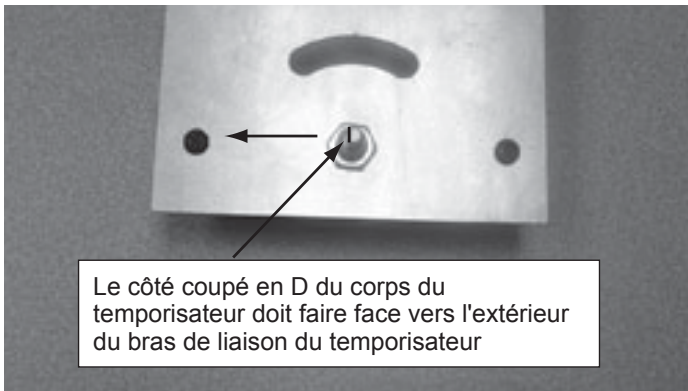

Figure 4.32 Découpe en D sur l'arbre
8. Installez la nouvelle minuterie en utilisant les deux mêmes vis. Il est très important que le côté coupé en D de la tige de la minuterie fasse face au côté opposé du bras de liaison de la minuterie. Voir la figure 4.32.